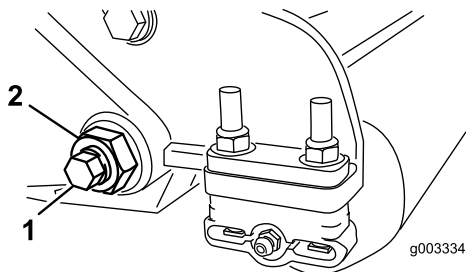
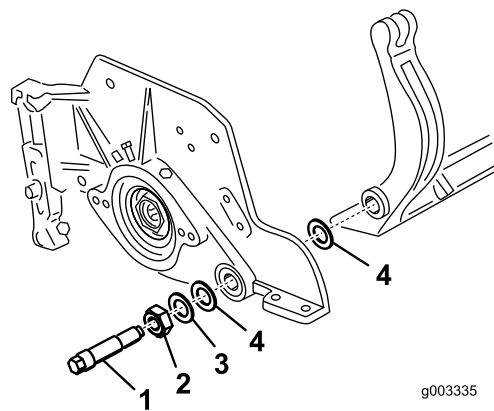

Figura 27
Figura 28
- Desaperte a porca de bloqueio que segura a cavilha da barra de apoio, em cada um dos lados da máquina (Figura 27).
- Remova cada uma das cavilhas da barra de apoio, de modo a permitir puxá-la e retirá-la da máquina (Figura 27). Guarde as duas anilhas de nylon e a anilha de aço prensado de cada uma das extremidades da barra de apoio (Figura 28).
- Fixe a barra de apoio a cada um dos lados da placa lateral com as cavilhas (porcas flangeadas nas cavilhas) e com as 6 arruelas. Deve colocar uma anilha de nylon em cada um dos lados da placa lateral. Coloque uma arruela de aço no exterior de cada uma das arruelas de nylon (Figura 28). Aperte os parafusos com 37-45 Nm. Aperte as porcas até que a anilha de aço exterior pare de rodar e a folga seja removida, mas não aperte em demasiado nem desvie as placas laterais. As arruelas podem ter uma folga interna.